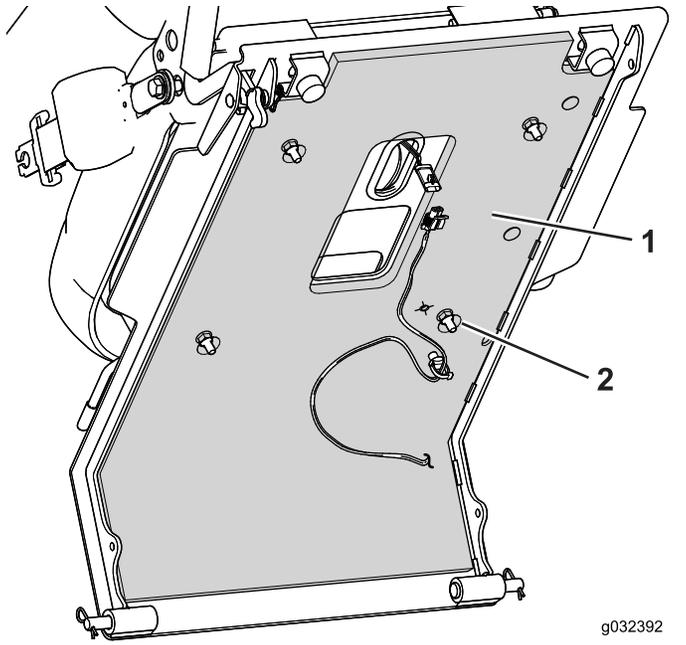

Figura 3
5. Rimuovete la parte posteriore e applicate lo schermo termico sulla parte inferiore del piano del sedile (Figura 3).